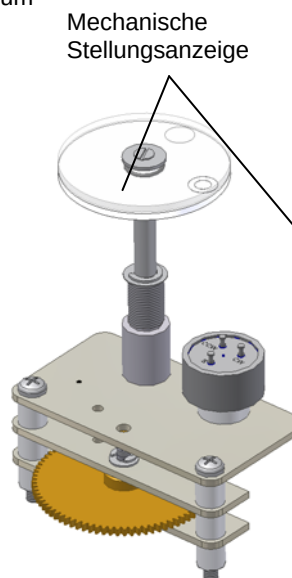

Bild 13
- Bei Fernsendergetrieben mit mechanischer Stellungsanzeige das Zahnrad (siehe Bild 13 u. Bild 14) gegen den Uhrzeigersinn vorsichtig drehen bis die Anzeige „Pos.“ auf 5% steht (siehe Bild 15)